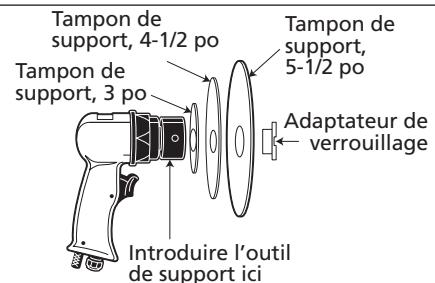

Figure 2
Les disques de 7,62 cm ou 15,24 cm (3 ou 6 po) sans adhésifs sont recommandés. Les disques devraient avoir un trou de 22,2 mm (7/8 po) au centre pour l'installation correcte. Pour le meilleur support en utilisant les disques plus large de 7,62 cm (3 po), utiliser tous les tampons de support de taille égale ou plus petits que le disque en résine (Voir Fig. 2). Suivre les directives pour l'installation du disque en résine.
1. Monter les tampons de support tel qu'indiqué sur la Figure 2. S'assurer que le centre encastré des tampons fait face à la ponceuse.
3. Serrer à la main l'appareil de verrouillage de l'adaptateur, introduire l'outil de support dans le trou tel qu'indiqué sur la Figure 2. Introduire un tournevis de large taille dans le trou rainuré sur l'appareil de verrouillage de l'adaptateur et bien serrer.